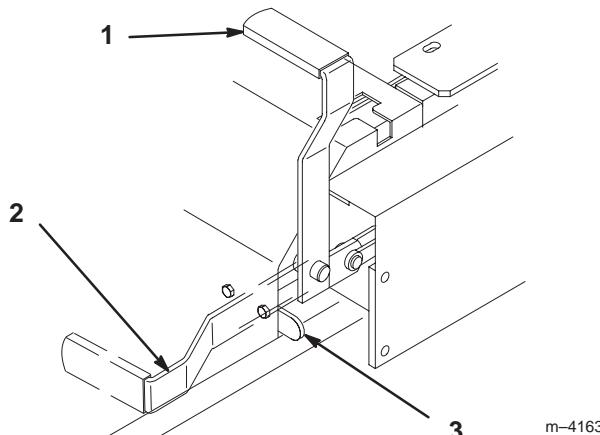

Figure 9
2. Tirez le frein de stationnement en arrière et vers le haut pour le serrer (Fig. 9). Une fois serré, le frein de stationnement ne doit plus bouger.
- Poussez le levier du frein de stationnement vers l'avant et vers le bas (Fig. 9) afin de le desserrer. Le frein de stationnement est **desserré** et le levier est en appui contre la butée du frein.